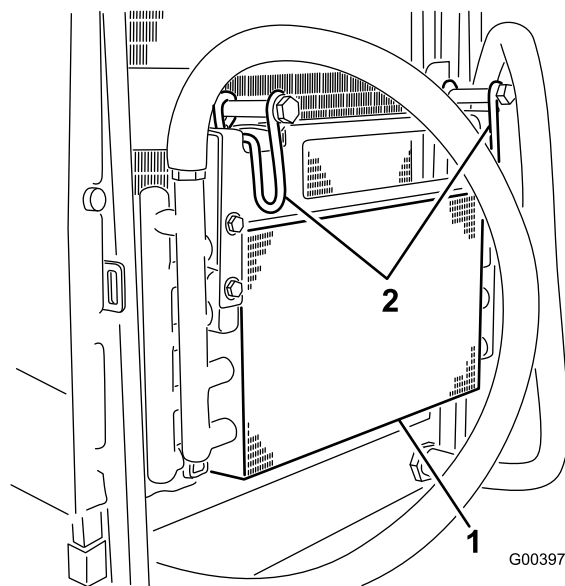

Figure 49
6. Pivotez le verrou vers l'intérieur pour dégager le refroidisseur d'huile (Figure 49).